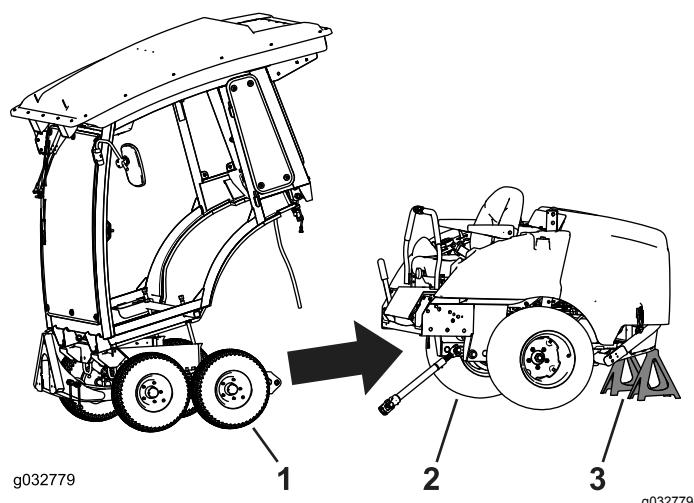

Figure 68
1. Alignez le cadre d'hiver sur le cadre de la machine, et faites-le rouler en arrière (Figure 68).
3. Utilisez des chadelles pour soutenir la machine (Figure 68).